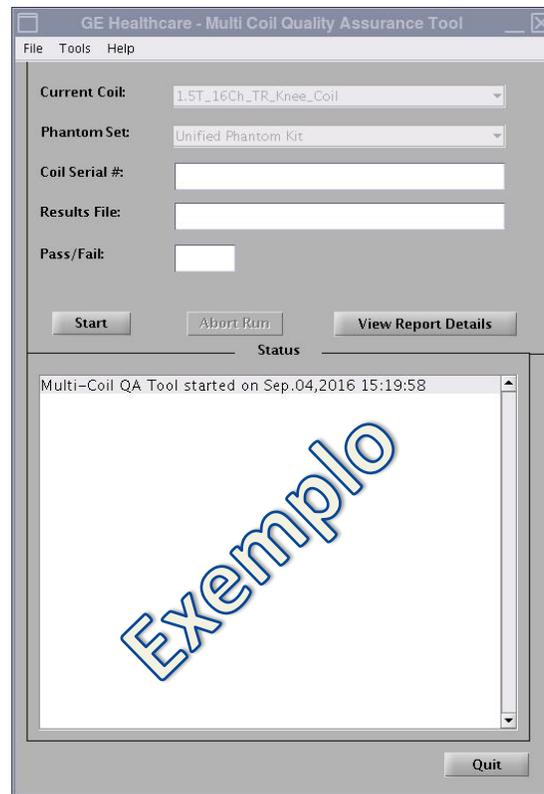

Figura 3
O campo da bobina atual será preenchido automaticamente (Figura 3) com base na ID da bobina ligada ao LPCA. Introduza o número de série da bobina a testar no campo Coil Serial # (N.º de série da bobina).
2. Clique em **[Start]** (Iniciar) para começar o teste automático, conforme apresentado na Figura 3. Consoante o número de localizações de teste (complexidade da bobina), o teste poderá demorar entre 3 e 5 minutos.